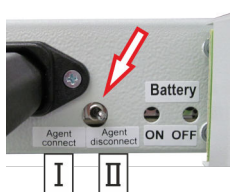

Abb. 27: Blockierschalter
1. Das System blockieren: Blockierschalter (Abb. 27/Pfeil) auf "Agent disconnect [blockiert]" (Abb. 27/ II) schalten.